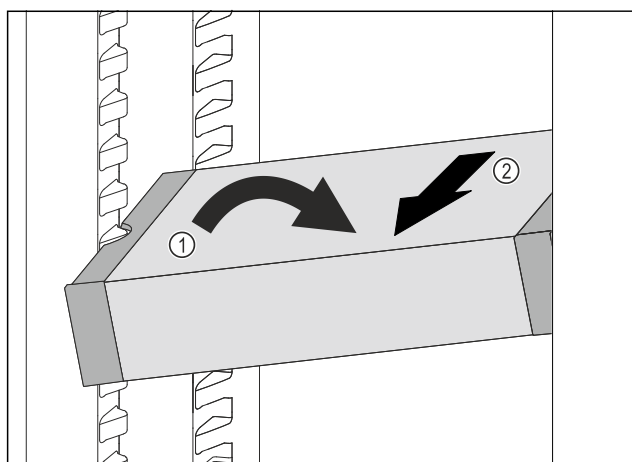

Fig. 106
- Vendosni VarioSafe pjerrtas në pjesën e ftohjes. Fig. 106 (1)
- Hiqni VarioSafe për nga përpara. Fig. 106 (2)